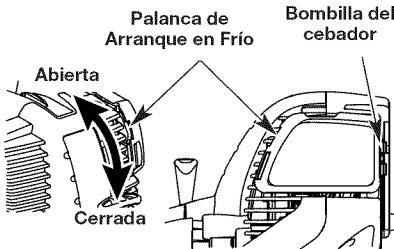

Fig. 11
Para funcionamiento en tiempo de frío (por debajo de 40°F), gire la palanca de arranque para tiempo frío para tiempo frío (Fig. 11) hacia abajo hasta la posición de arranque/cerrada y continúe al paso 3. NO gire esta palanca hacia abajo si la temperatura está por encima de 40°F.
- Oprima completamente y libere la pera del cebador 10 veces, lentamente. Deberá verse alguna cantidad de combustible en la pera del cebador (Fig. 11). Si no puede ver combustible en la pera, oprima y suelte la pera tantas veces como sea necesario hasta que vea combustible en la misma.
SI ESTÁ FRÍO... Para funcionamiento en tiempo de frío (por debajo de 40°F), gire la palanca de arranque para tiempo frío (Fig. 11) hacia abajo hasta la posición de arranque/cerrada y continúe al paso 3. NO gire esta palanca hacia abajo si la temperatura está por encima de 40°F.